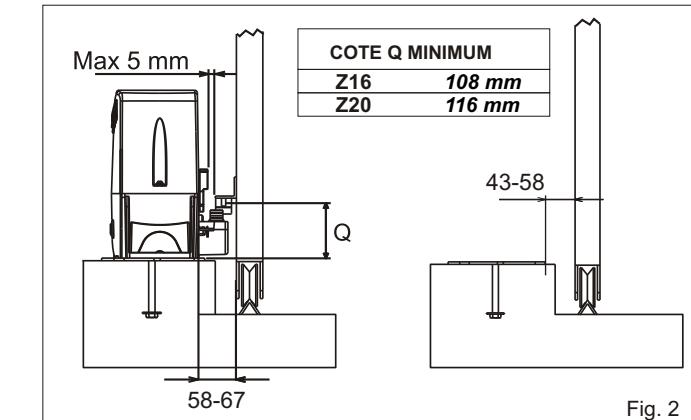

Fig. 2
3. Avant de cimenter la plaque d'ancrage s'assurer qu'elle est parfaitement horizontale et que le cote de 50/55 mm indiqué dans Fig. 2 est respecté.